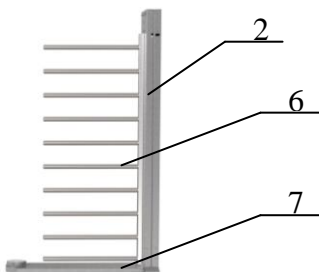

Рис. 1
*1. Сборка турникета. Рис. 1, 2, 3 (вариант сборки двумя сборщиками):*
прохода **2** (рис.1); состыкуйте указанные элементы друг с другом соединительными элементами и закрутите по три болта М12 с каждой стороны; поставьте собранный портал вертикально на месте установки турникета; закрепите к стойке ограничения прохода напольную плиту **7** (рис.1) четырьмя винтами М12.
Состыкуйте лопасть ограничителя прохода **6** (рис.1) со стойкой ограничения прохода **2** (рис.1) и закрепите винтами М8 с дистанционными втулками;